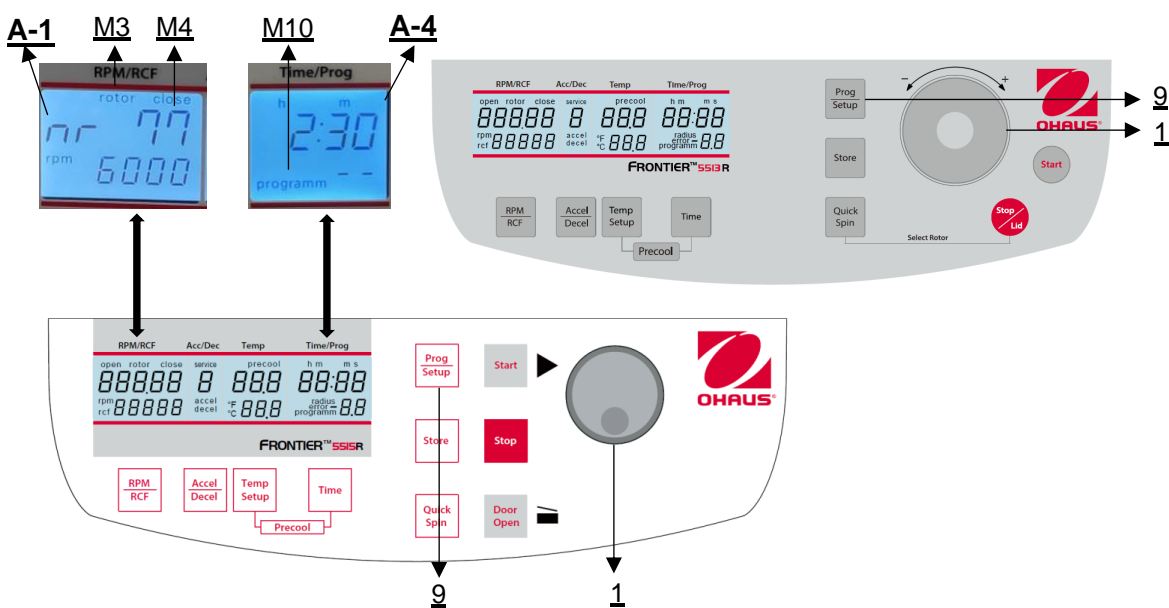

Figura 21
Per richiamare i programmi memorizzati, premere il tasto "**Prog/Setup**" (9) (vedere Figura 21) quando il coperchio è già chiuso. Sul display "**Time/Prog**" (A-4) appare "**program--**" (M10). Il numero di programma desiderato può essere preselezionato con la rotella (1).
Per uscire dalla modalità di programmazione è sufficiente premere il tasto "**Prog/Setup**" (9) (vedere Figura 21). A questo punto, all'interno del display
È possibile avviare la centrifuga con il tasto "**Start**" (8) o con il tasto "**Quick Spin**" (6) (vedere Figura 21). Con il tasto "**Start**" (8) si possono avviare le corse memorizzate o quelle con parametri preselezionati manualmente. Al termine del tempo di funzionamento preselezionato, la centrifuga si arresta automaticamente. Con il tasto "**Quick Spin**" (6) è possibile avviare corse della durata di pochi secondi.